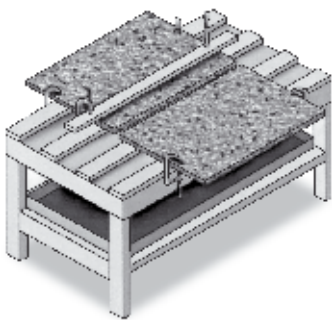

Fig. 1
- 10.2** Die bewährteste Methode ist die „Spiegelschnitt-Methode“, bei der ein Hand- oberfräser verwendet wird und beide angrenzenden Kanten in einem Schnitt erfolgen. Legen Sie die zwei Stücke in einem Abstand von 9 mm auf einen Arbeitstisch (Abb. 1), Sichern Sie sie mit G-Klemmen oder Schraubzwingen. Befestigen Sie eine Metallkante oder eine andere kompakte gerade Kante an einem der Stücke und an einem festen und stabilen Tisch. Montieren Sie einen 12 mm Hartmetallfräser auf Ihrem Handoberfräser und ziehen Sie die Maschine konstant in eine Richtung, weg von Ihrem Körper. So schneiden Sie beide Stücke gleichzeitig. Behalten Sie eine gleichmäßige Geschwindigkeit bei, ohne zu stoppen. Nach dem Schneiden prüfen Sie, ob die Schnittstellen genau übereinstimmen und markieren Sie die Passposition mit einem Bleistiftstrich.
- 10.7** Vor dem Verkleben decken Sie die Ablage unter dem Arbeitstisch mit einem transparenten Band ab, um eventuell tropfenden Kleber aufzufangen. (Abb. 1).